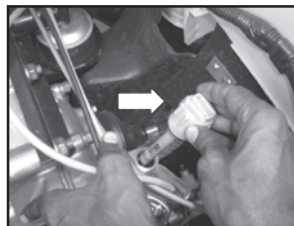

Fig. 19
1. Asegúrese de tener un nivel correcto de Diésel de buena calidad en el depósito (consulte la Fig. 16 y 17) y los aceites lubricantes recomendados en el motor - bloque motor (consulte la Fig. 18) y transmisión (consulte la Fig. 19).